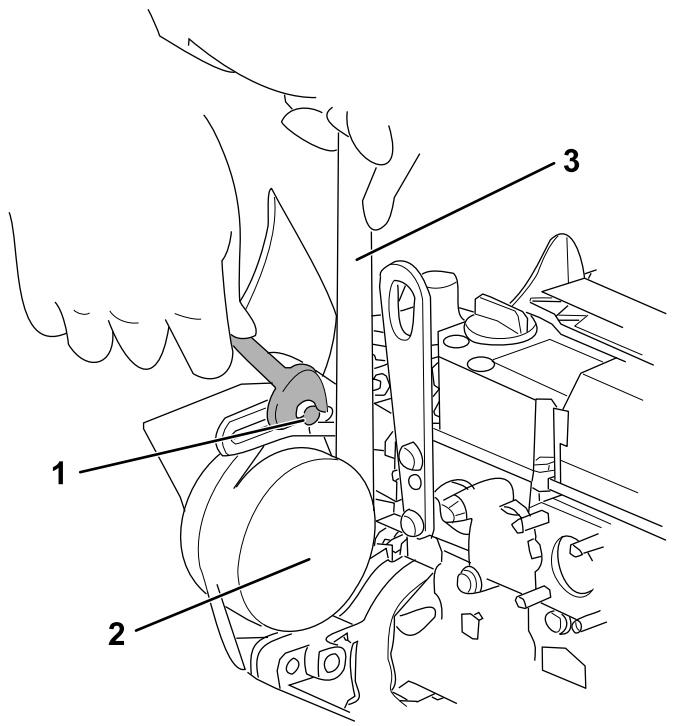

Figura 89
3. Afloje los pernos y las tuercas de ajuste y, a continuación, mueva el alternador con una llave para apretar la correa con la tensión correcta (Figura 89).
4. Apriete los pernos y las tuercas de ajuste (Figura 89).